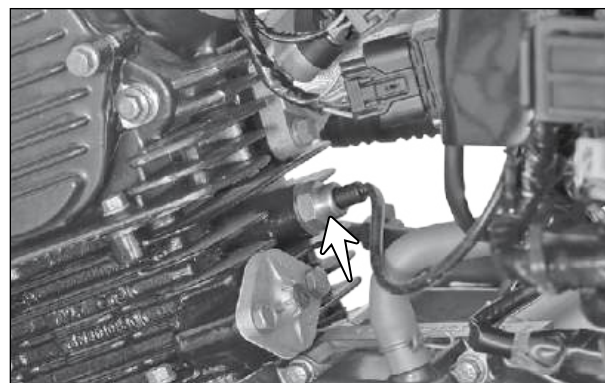

Fig. 5.31
- O sensor térmico (seta) está instalado no bloco do cilindro do motor para detectar a temperatura do motor e fornecer informações à ECU na forma de resistência. (Fig. 5.31)